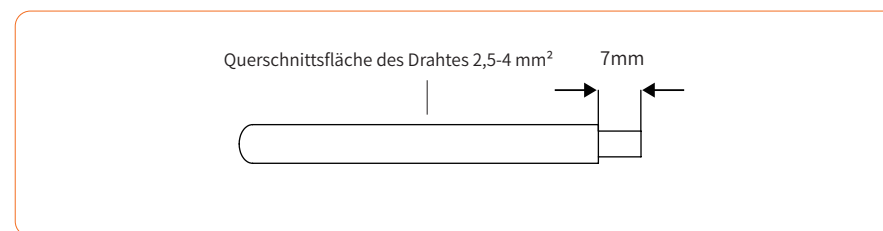

Abbildung 4-14
② Ziehen Sie die Isolierhülle des DC-Kabels auf 7 mm ab, wie in Abbildung 4-14 dargestellt: